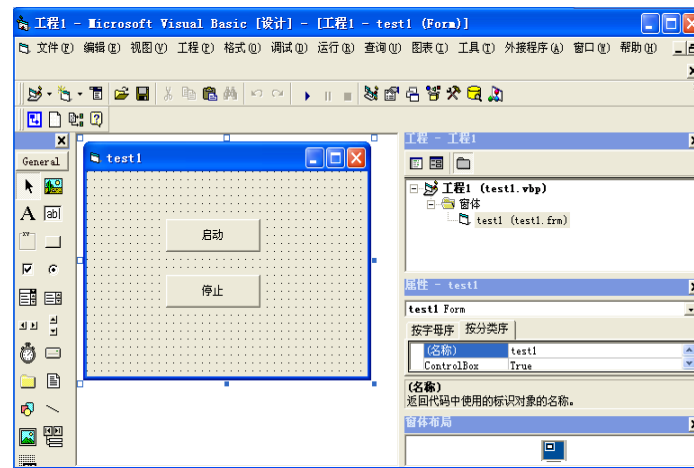

图 7-3 修改对话框 (VB)
- (1) 在磁盘上新建一个目录，如 E:\test1
- (2) 打开 Visual Basic 6.0，新建一个“标注 EXE”工程，在对话框上添加按钮“启动”（名称修改为 CB_Start）和“停止”（名称修改为 CB_Stop），如图 7-3 所示：